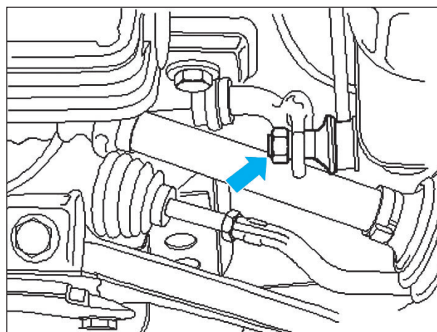

Fig. 20
- les biellettes de la barre stabilisatrice (flèche) (Fig.20).